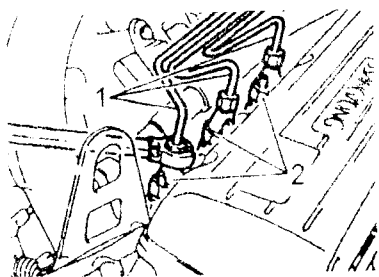

Fig. 14
Remover la tubería emisora (1) desde la boquilla emisora de combustible (2) (Fig. 14)